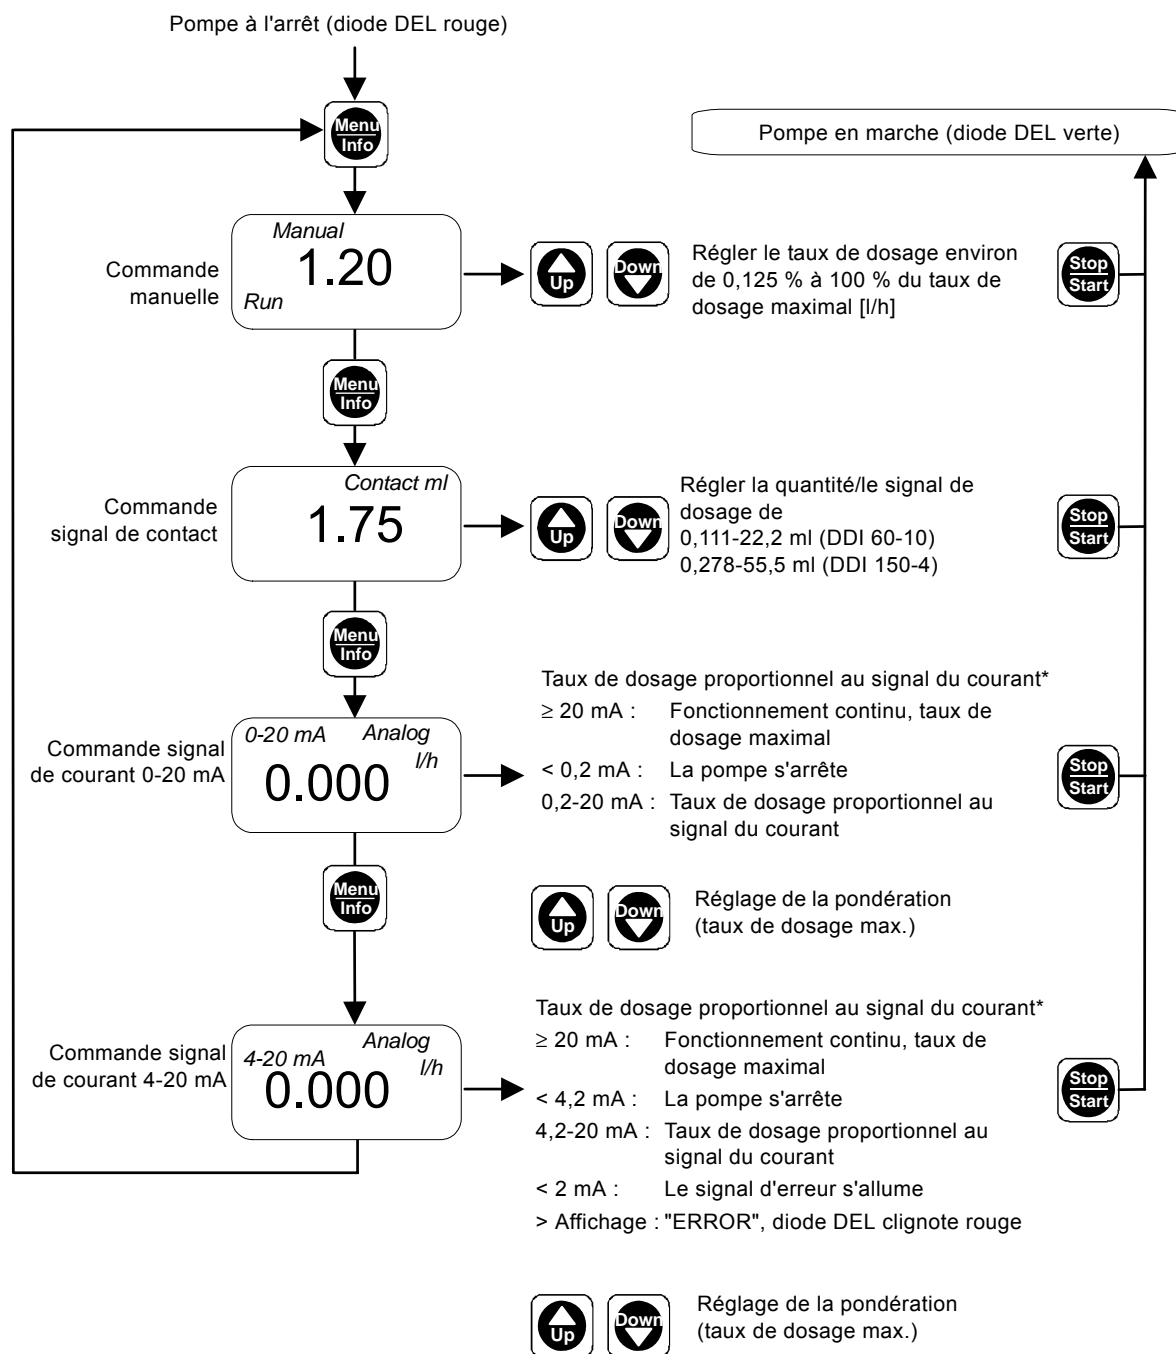

Fig. 24 Premier niveau de fonction
3. Modifier les paramètres dans le menu concerné avec "Up" et "Down", selon fig. 24.